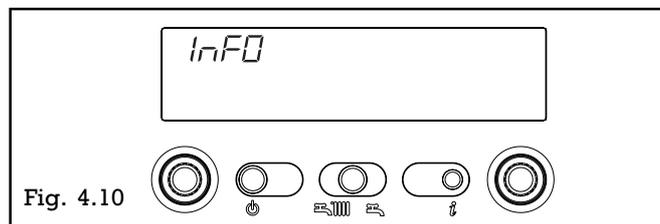

Fig. 4.10
En appuyant sur la touche **i**, l'afficheur s'éteint et seule l'inscription InFO reste (fig. 4.10): certaines informations utiles au fonctionnement de la chaudière sont alors consultables.
**Info 0** affiche l'inscription InFO (fig. 4.10)